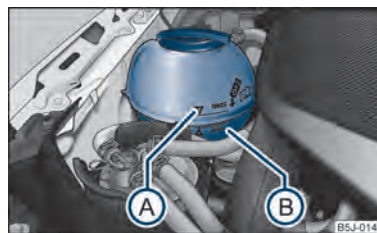

Fig. 125 Vano motore: Serbatoio di espansione del liquido di raffreddamento
- Controllare il livello del liquido di raffreddamento sul serbatoio di espansione ⇒ fig. 125. A motore freddo, il liquido deve essere compreso tra le tacche „MIN“  e „MAX“ . A motore caldo, esso può anche superare di poco la tacca „MAX“.
- Coprire con uno straccio il tappo del serbatoio di espansione ⇒ fig. 125 e svitare il tappo **con cautela** agendo in senso antiorario ⇒ .